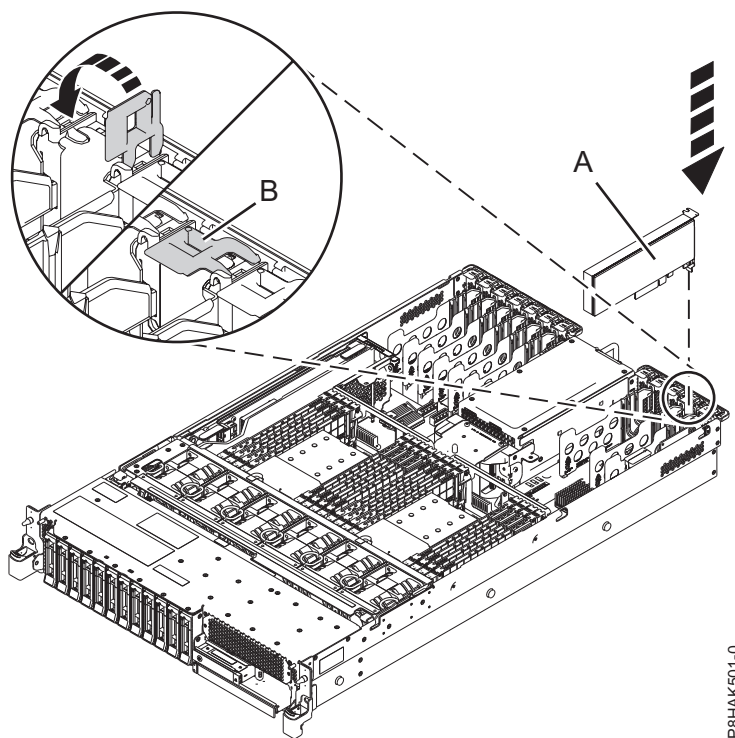

Figura 35. Instal·lació o substitució d'un adaptador PCIe al sistema 5148-21L, 5148-22L, 8247-21L, 8247-22L, 8284-21A, o 8284-22A
7. Si el pestell d'adaptador **(B)** de la ranura de destinació encara no està en la posició d'obertura, estireu el pestell fins que es col·loqui en posició d'obertura fent-lo girar cap a fora del clip de la part posterior del sistema, tal com es mostra a la Figura 35.
8. Agafeu amb compte l'adaptador per l'extrem superior o per la contrapunta i alineu-lo amb la ranura i el seu connector de la placa posterior del sistema **(A)**, tal com es mostra a Figura 35.
10. Per bloquejar l'adaptador dins la seva ranura, feu girar el pestell d'adaptador **(B)** en la direcció que es mostra a la Figura 35.